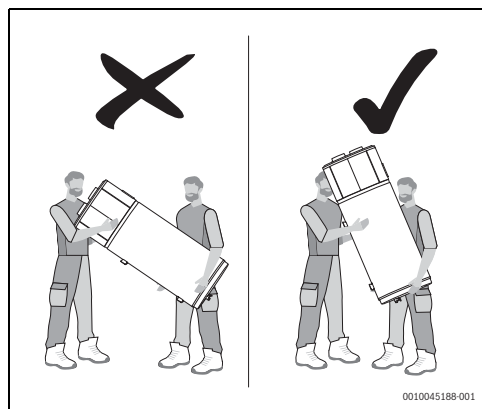

Fig. 6
- ▶ Ne pas tenir l'appareil par les façades supérieures décoratives (Fig. 6).